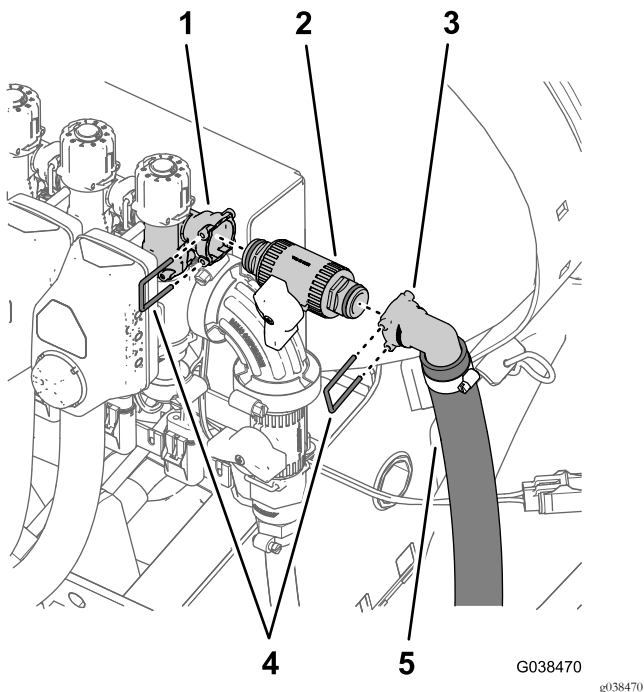

图99
1. 使用在 重新调整喷洒臂段旁通阀 \(页码 34\) 的步骤 1 中卸下的小卡环将旁通切断阀安装到旁通歧管的快速连接插槽内 图99。
注意 确保旁通切断阀的手柄如图99所示对齐。
2. 使用随喷洒臂段旁通软管提供的卡环小将喷洒臂段旁通软管2.5 x 146cm的90°快速连接接头安装到旁通切断阀的快速联轴器上 图99。